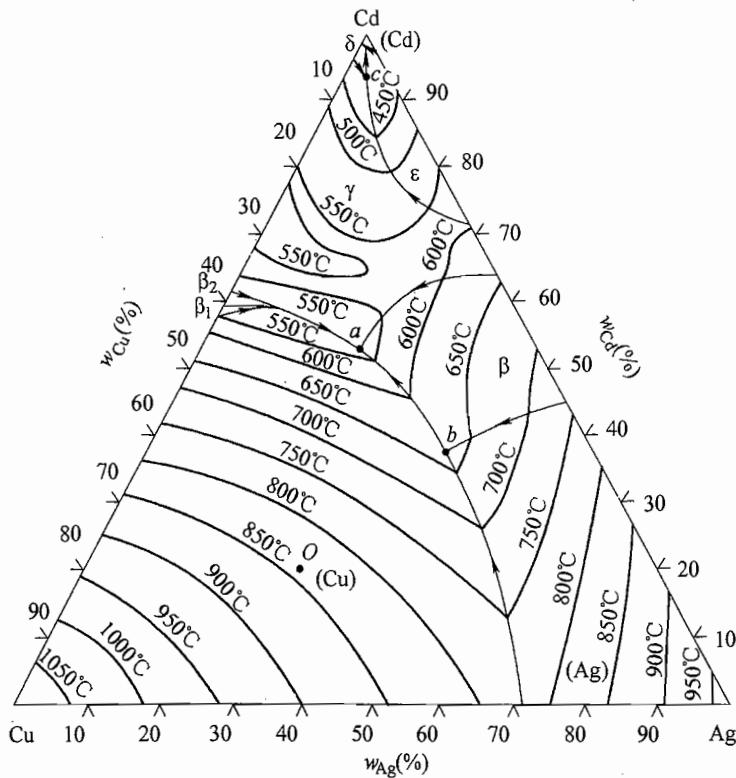

图 43-4 第五题第 1 小题图
1. (10分) Cu-Cd-Ag 三元合金液相面投影图如图 43-4 所示。写出图中 O 点合金的成分，并估计它的熔点；分别写出图中 a、b、c 点成分的液相所参与的